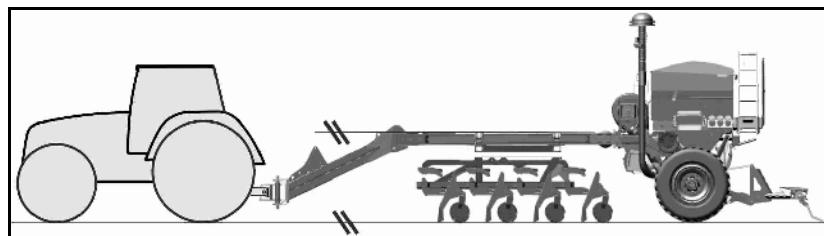

Рис. 94
- Откройте запорный кран "Высота выравнивателя" (Рис. 94/1) (B).
- Держите шаровой кран (Рис. 94/1) в положении **B**,